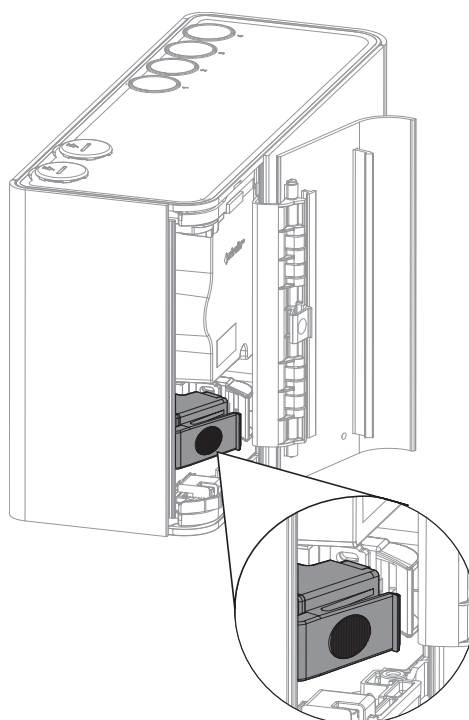

Figure 7-3: Incliner le filtre vers la gauche du détecteur
3. Inclinez le filtre vers la gauche du détecteur (Figure 7-3). Les gonds de charnière à la base du filtre permettent de l'incliner sur le collecteur de la chambre.